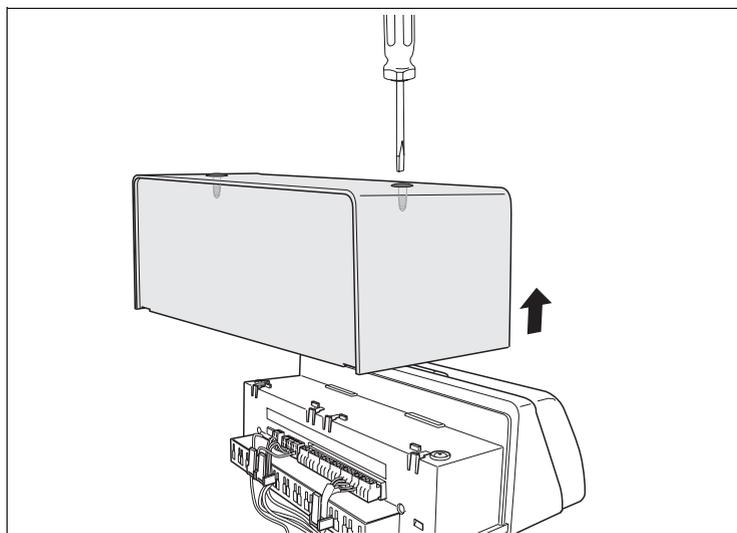

fig. 5 Retirar a tampa de cobertura
- Soltar dois parafusos na parte superior da tampa de cobertura (fig. 5).